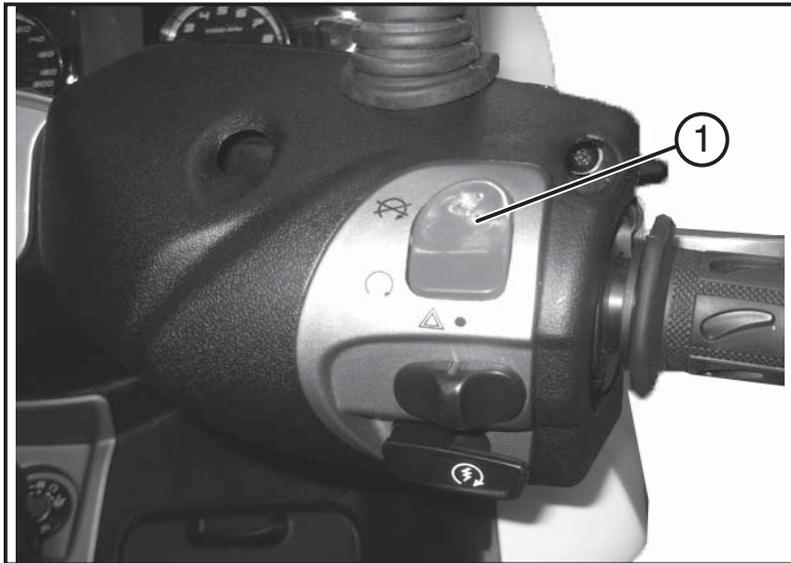

Fig. 01
### 5.5 ARRESTO MOTORE (Fig. 01)
- 1- Premere il comando arresto motore «1 - Fig.01» lasciando la chiave di avviamento in posizione «ON».